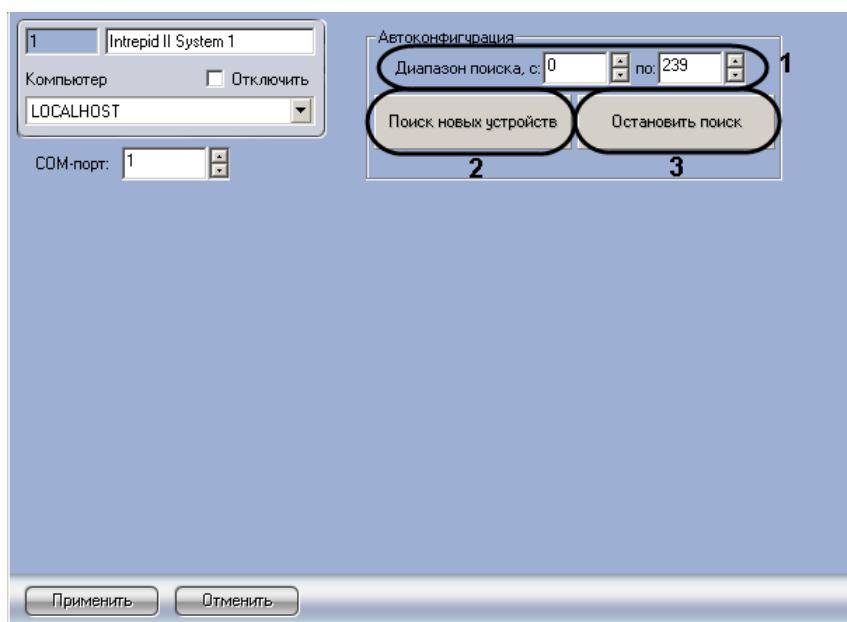

Рис. 3.3—1 Автоматический поиск устройств ПСУ *Intrepid II System*
1. Перейти на панель настроек объекта **Intrepid II System** (Рис. 3.3—1).
2. Ввести диапазон аппаратных адресов подключенного оборудования в полях **Диапазон поиска** (см. Рис. 3.3—1, 1).
3. Нажать на кнопку **Поиск новых устройств** (см. Рис. 3.3—1, 2).
*Примечание. Для прекращения поиска устройств необходимо нажать на кнопку **Остановить поиск** (см. Рис. 3.3—1, 3).*